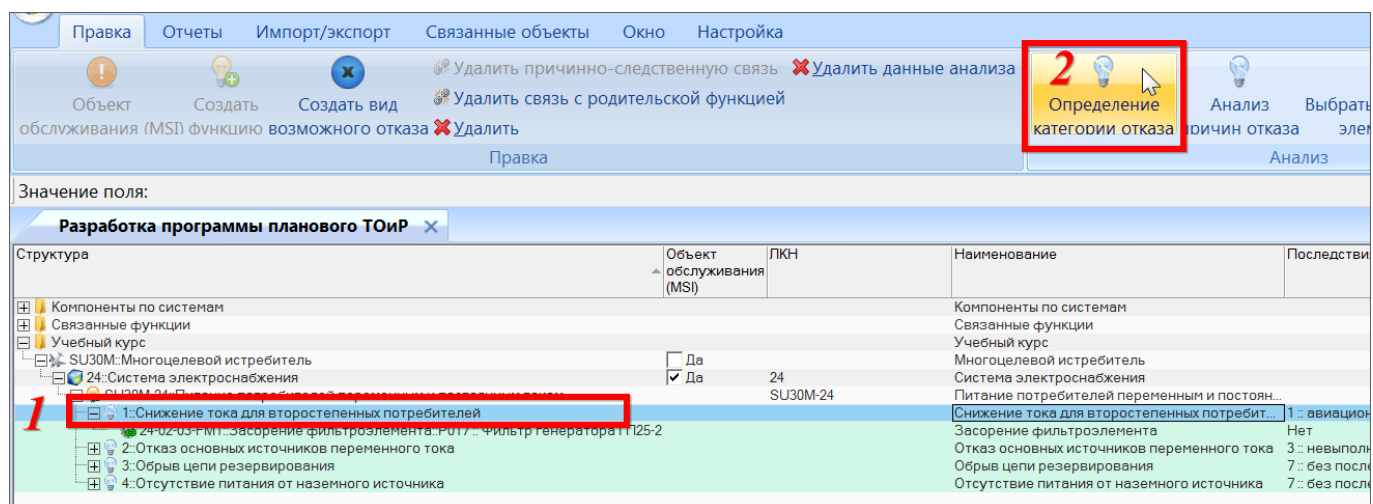

Рис. 11-19 – Открытие окна для определения категории ФО
- 2) Выбрать в нем ФО и нажать кнопку «Определение категории отказа» панели «Анализ» (рис. 11-19).